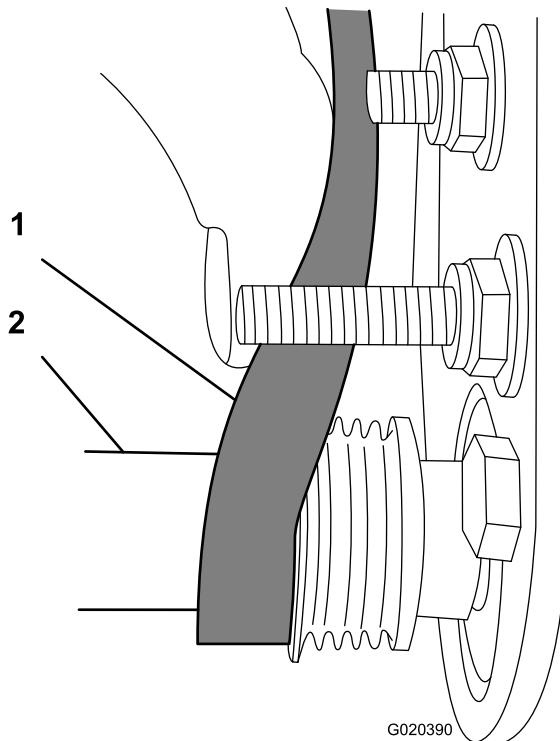

Bild 14
- Verlegen Sie den Riemen von der **Antriebsscheibe** ausgehend (Bild 14).
- Drehen Sie die Bürste mit einem 9/16"-Sechskantschlüssel und verlegen Sie den Riemen auf der Antriebsriemenscheibe (Bild 14).